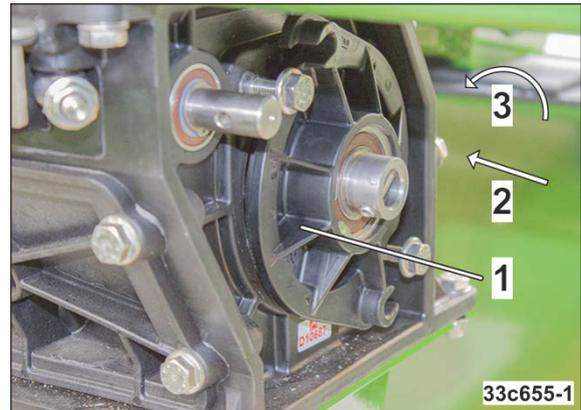

Рис. 270
5. Закройте крышку корпуса (Рис. 270/1).